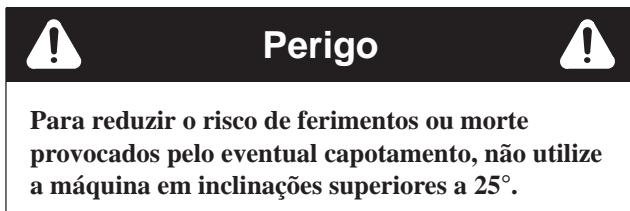

Figura 6
- Apenas nos bancos standard, empurre o banco todo para a frente, puxe o cabo para a direita, de forma a que o dispositivo de ligação por utilizar se encontre na posição tal como está representada na Figura 6, e prenda o cabo do interruptor do banco ao orifício mais posterior na faixa do banco usando uma braçadeira (a braçadeira é fornecida com o kit).